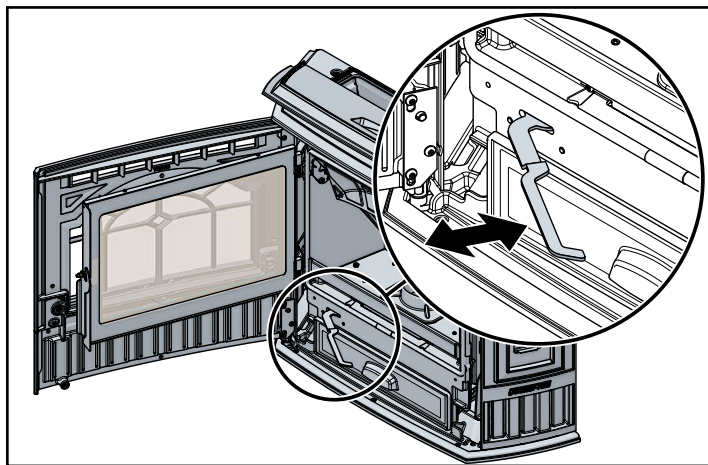

Figure 16.2
- Tirez deux fois la manette du plancher du creuset de combustion jusqu'à ce que la cendre tombe dans le bac à cendre en dessous. **Figure 16.2**